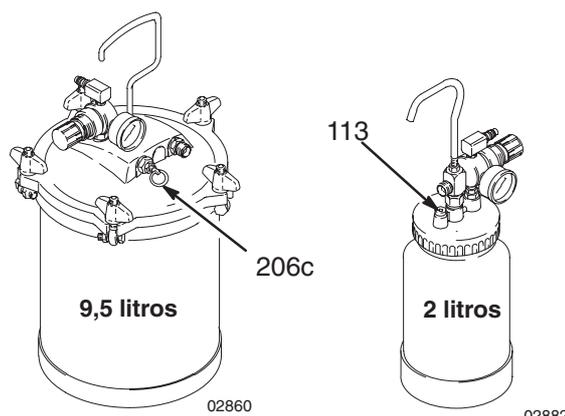

Fig. 12
Gire la perilla de **liberación** de presión (113) aproximadamente una vuelta. Espere a que se libere completamente la presión antes de sacar la tapa. Cierre la perilla. Vea la Fig. 12.
Gire **hacia afuera** la perilla de liberación de presión (113) aproximadamente una vuelta. Espere a que se libere completamente la presión antes de sacar la tapa. Cierre la perilla. Vea la Fig. 12.